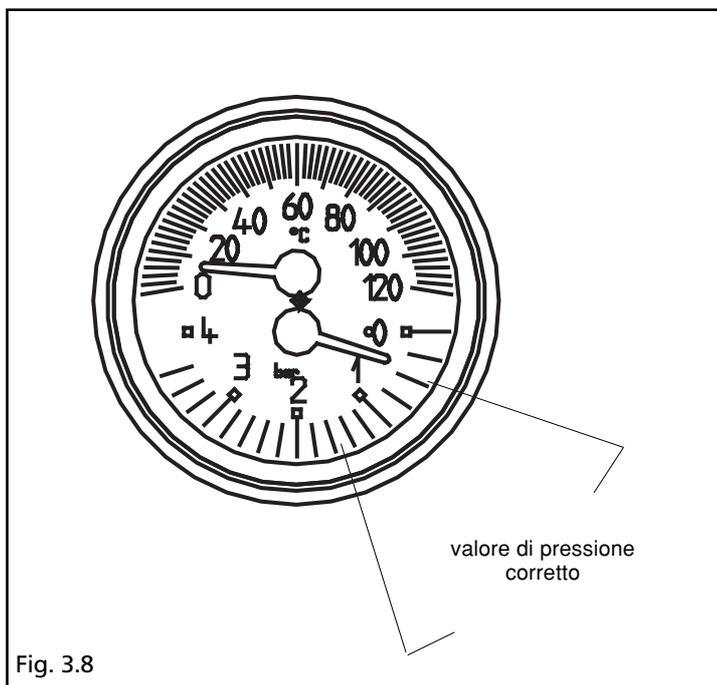

Fig. 3.8
- aprire di due o tre giri il tappo della valvola di sfogo aria automatica (A)
- aprire il rubinetto di riempimento esterno all'impianto fino a che la pressione indicata dal termoidrometro arrivi a circa 1 bar (fig. 3.8).